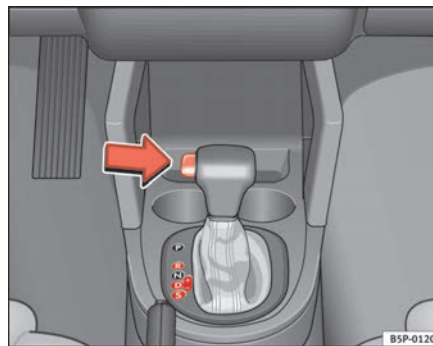

Abb. 143 Fahren
- Drücken Sie den Taster am Wählhebel (links am Wählhebel) ⇒ Abb. 143.